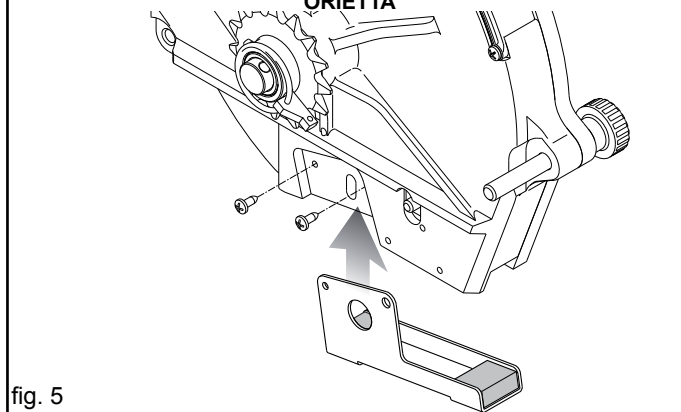

fig. 5
- Fotocelulele se montează pe fiecare element de însămânțare și sunt situate pe partea inferioară a distribuitorului de semințe (Fig.5).